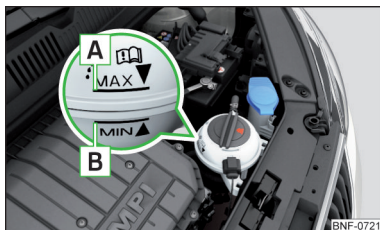

Bild 140
Kontrollera kylvätskenivån - kylvätskenivån ska ligga mellan markeringarna **A** och **B** » bild 140. Om kylvätskenivån ligger under området **B** ska du fylla på med olja.
Specifikationerna för kylvätskan finns angivna på kylvätskeexpansionsbehållaren » bild 140.
- Fyll inte på kylvätska över markeringen **A** » bild 140. Kylvätskan kan tryckas ut ur systemet vid uppvärmning - risk för skador på delar i motorrummet.